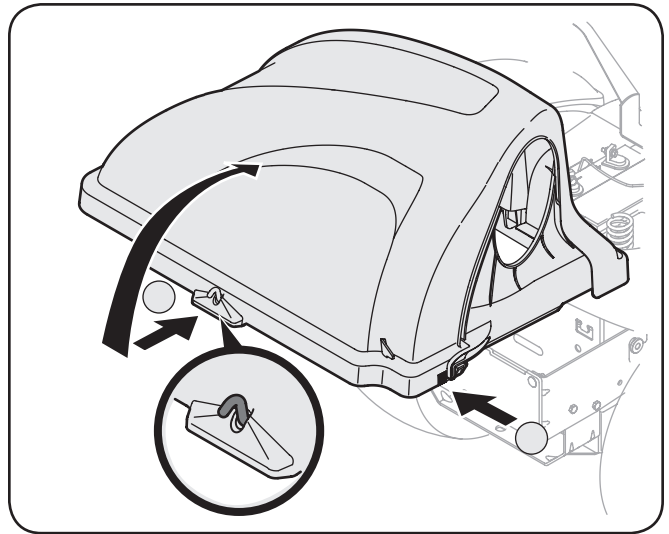

Figure 4-17
7. Ouvrez le capot en appuyant sur l'arrière, la languette du côté droit avec votre main droite, comme illustré au point 1 de la Figure 4-17, et levez le couvercle avec votre main gauche placée sur à l'arrière du centre du couvercle du dispositif d'ensachage, point 2.